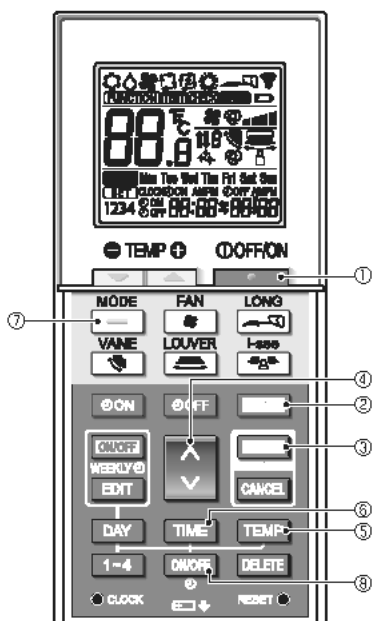

Fig. 7-9
- Pulse el botón **↑** ① para detener el acondicionador de aire.
- Pulse el botón **↓** ②.
Se mostrará la pantalla de configuración de funciones y parpadeará el n.º de función ③. (Fig. 7-9)